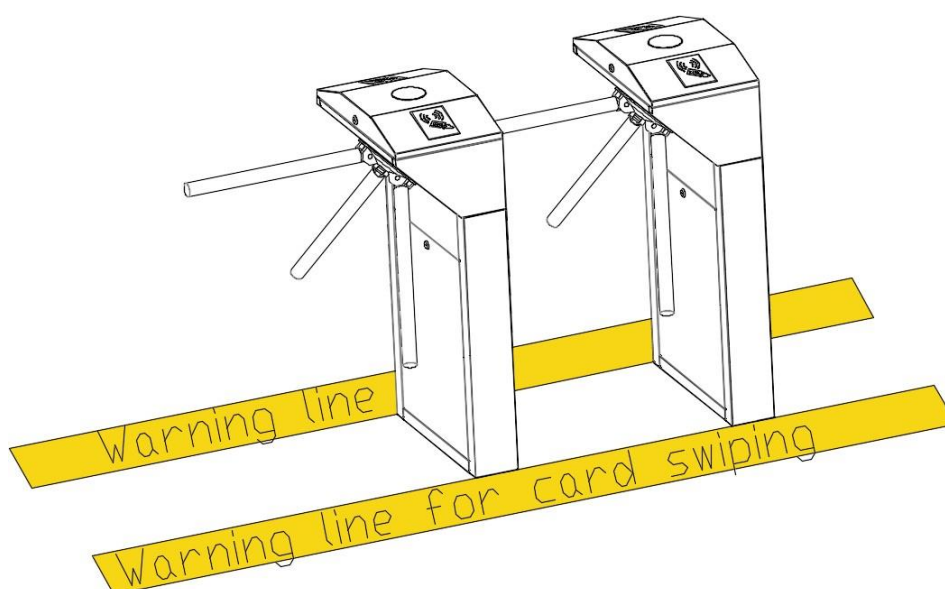

Figura 3-2
3. Também é recomendável definir uma linha de aviso para passar autenticação (veja Figura 3-2). A linha de aviso solicita que os usuários passem os cartões em uma área específica, o que reduz bastante a probabilidade de falha do equipamento causada por operações inadequadas.